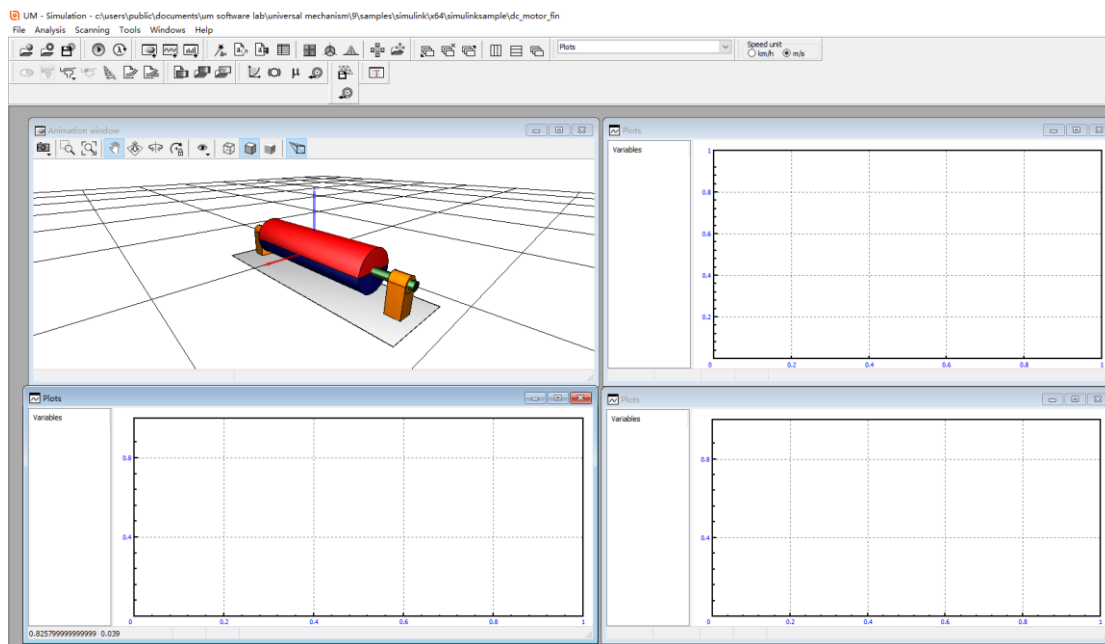

图 3.22 仿真界面窗口布局
2. 选择菜单 **Tools | Graphic window**，打开一个绘图窗口，再重复两次，最终仿真程序桌面布置如图 3.22 所示。
6. 将变量 **Ma** 和 **jAFy(jShaft)** 拖入图 3.22 所示左下方的绘图窗口。